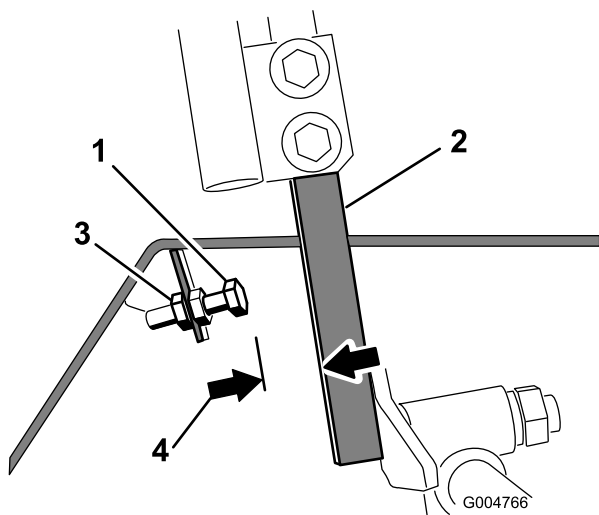

図 87
4. 左右どちらかのコントロールレバーで、ストップボルトについているジャムナットをゆるめる(図 87)。